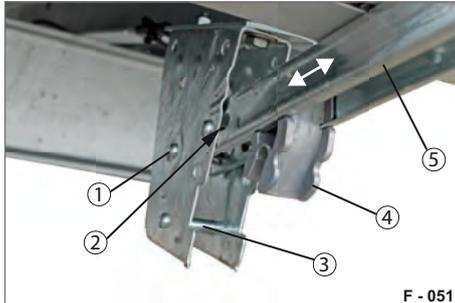
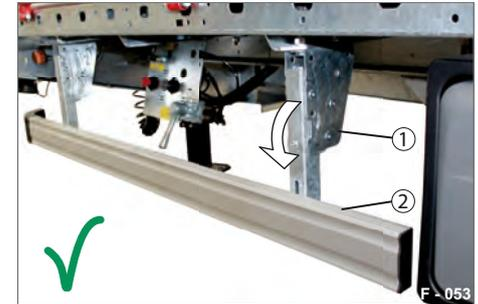

Abb. 70 Entriegeln
Abb. 72 Abgeklappt & Gesichert
- ▶ SSE (Abb. 70/5) aus den Haltekonsolen (Abb. 72/2) herausziehen.
- ▶ SSE im Langloch (Abb. 70/4) zu sich ziehen.
- ▶ SSE (Abb. 70/5) so positionieren, dass das offene Langloch in den Haltebolzen (Abb. 70/1) einfahren kann.
- ▶ SSE im Langloch so einschieben, dass diese auf den Haltebolzen arretiert wird. SSE (Abb. 70/5) ist vor Abklappen gesichert.
- ▶ SSE im Langloch zu sich ziehen, so dass diese aus den Haltebolzen (Abb. 70/2) herausgeht.
- ▶ SSE mit etwas Kraftaufwand gleichmäßig in alle Haltekonsolen (Abb. 72/2) eindrücken.
Klemmteile (Kunststoff) arretieren sich auf den unteren Bolzen (Abb. 70/3). SSE (Abb. 72/2) ist heruntergeklappt und gesichert - Fahrstellung.